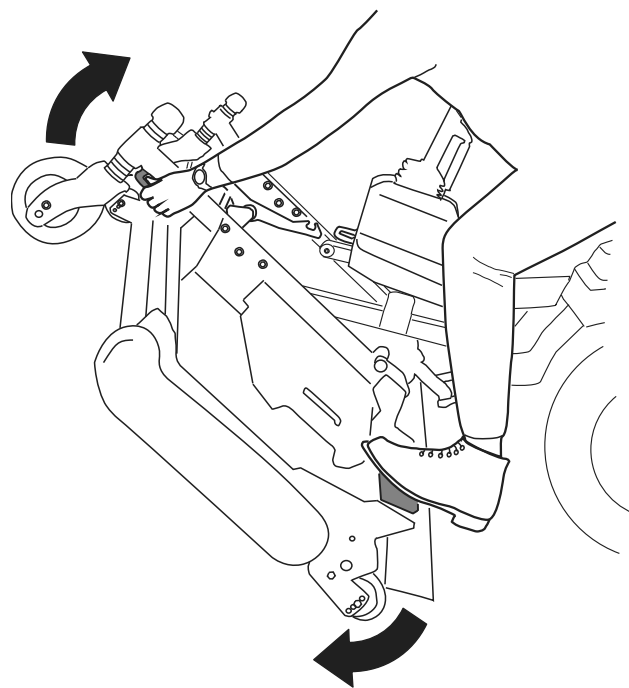
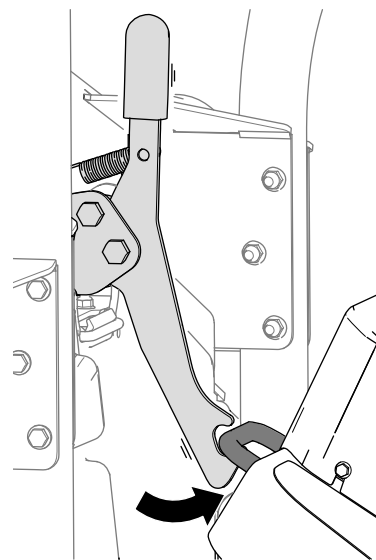
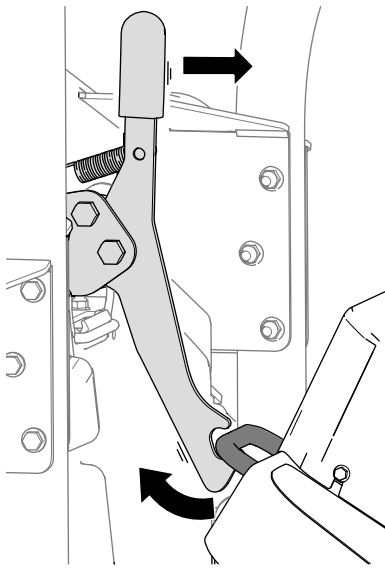

Bild 39
Bild 40
Bild 41
5. Drehen Sie das Mähwerk (Bild 39) so, dass die Verriegelung in die Befestigungshalterung (Bild 40) einrastet.
1. Lösen Sie die Verriegelung des Mähwerks von der Befestigungshalterung (Bild 41), indem Sie das Mähwerk leicht nach vorne drehen (siehe Bild 39) und den Verriegelungsgriff nach vorne ziehen.